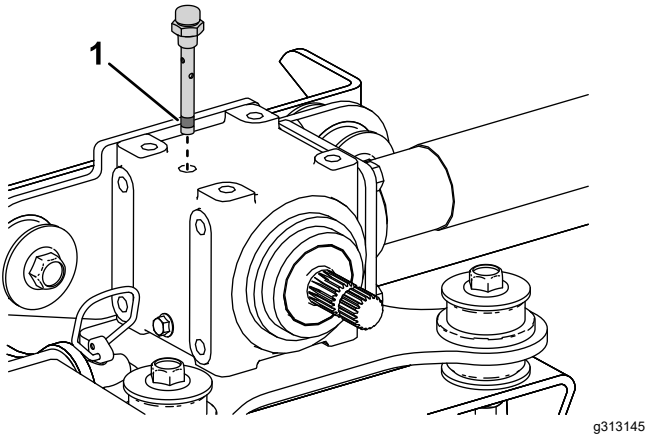

Figura 24
2. Îndepărtați bușonul de aerisire din partea de sus a cutiei de viteze (Figura 24) și asigurați-vă că lubrifiantul se află între marcajele de la partea inferioară a bușonului de aerisire. Dacă nivelul lubrifiantului este scăzut, adăugați o cantitate de lubrifiant suficientă pentru a aduce nivelul între marcaje.